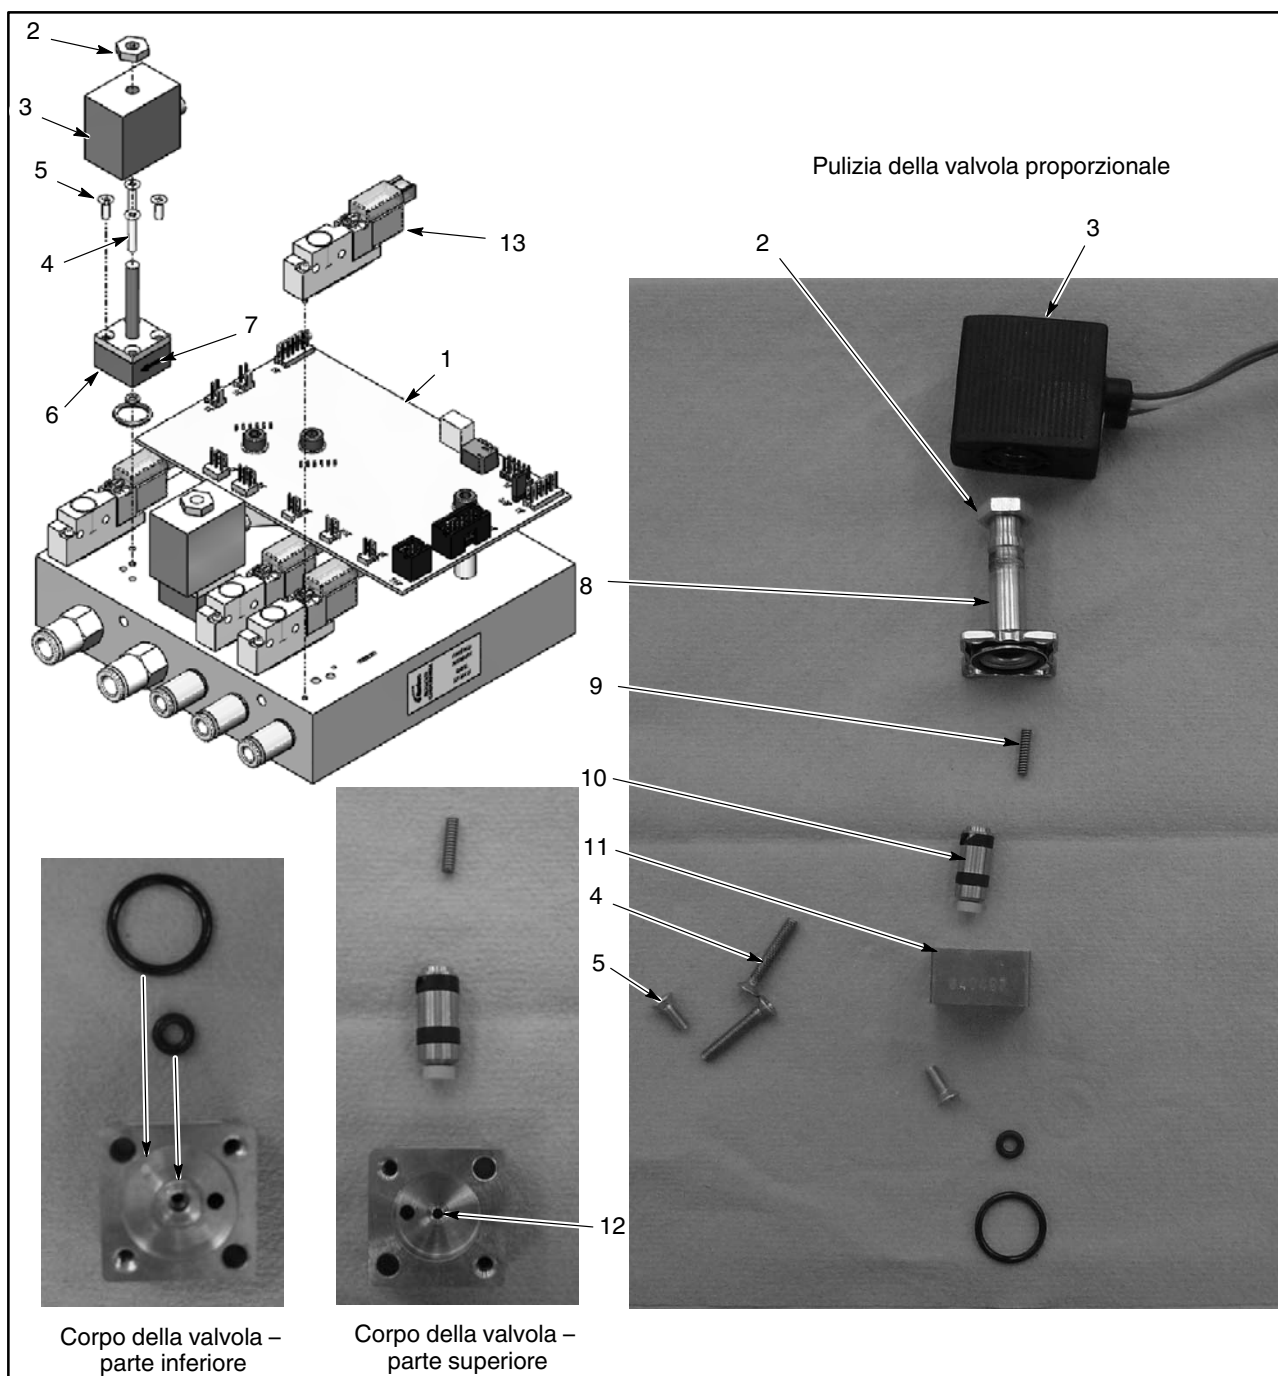

Figura 6-3 Riparazione del modulo iFlow – Sostituzione dell'elettrovalvola e pulizia o sostituzione della valvola proporzionale
Vedi figura 6-3. Per rimuovere le elettrovalvole (13), estrarre le due viti nel corpo della valvola e sollevare la valvola dal collettore.
Vedi figura 6-3. Una fornitura di aria sporca può causare il malfunzionamento della valvola proporzionale (6). Osservare le seguenti istruzioni per smontare e pulire la valvola.
1. Staccare i cavi della bobina (3) dalla scheda a circuiti (1). Rimuovere il dado (2) e la bobina dalla valvola proporzionale (6).
2. Rimuovere le due viti lunghe (4) e le due viti corte (5) per togliere la valvola proporzionale dal collettore.
Vedi figura 6-3. Se la pulizia della valvola proporzionale non serve a correggere il problema di portata, sostituire la valvola. Prima di installare una nuova valvola, rimuovere la copertura protettiva dalla parte inferiore del corpo della valvola. Attenzione a non allentare gli o-ring sotto la copertura.